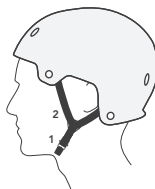

Figura 4. Fibbia sinistra (1), cinghia tempia sinistra (2)
3. Far scorrere il regolacinghia sulla fibbia della tempia sinistra (Figura 4) finché il regolacinghia non si sistema proprio sotto al lobo sinistro dell'orecchio.